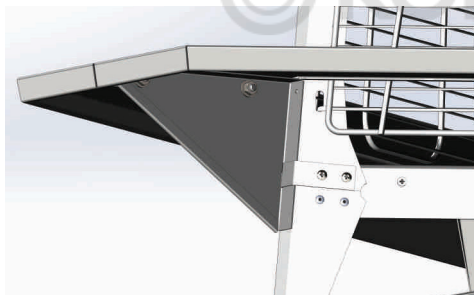

Рис. 8
7. удерживая первую подставку, установите вторую подставку как показано на Рис. 8, наживите болты в отверстия. Наживите на болты гайки, но не затягивайте их до конца сборки;